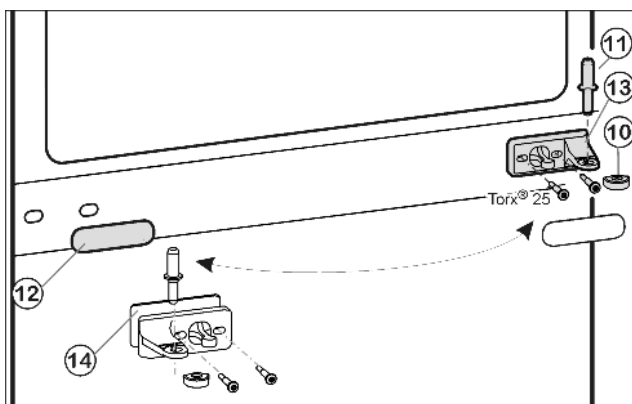
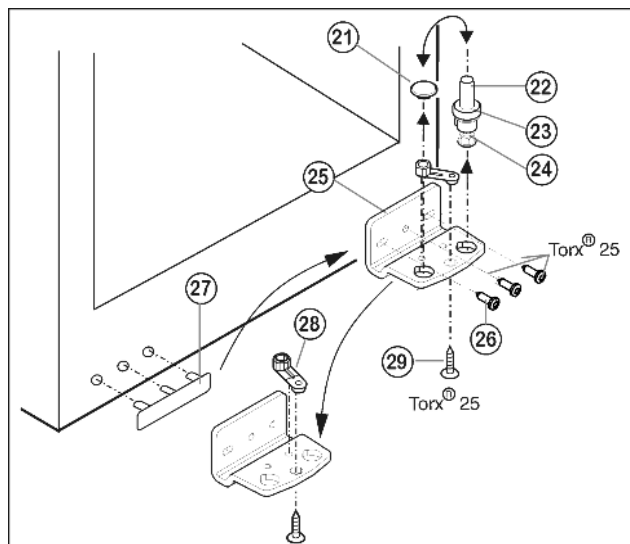

Fig. 9
Fig. 10
- ▶ Izvucite svornjak ležaja u sredini Fig. 9 (11) iz podloška ležaja i donjih vrata.
- ▶ Skinite plastičnu kavicu Fig. 9 (10).
- ▶ Odvijte podložak ležaja Fig. 9 (13) (2 x Torx® 25).
- ▶ Oprezno skinite plastični poklopac Fig. 9 (12).
- ▶ Podložak ležaja u sredini Fig. 9 (13) s podloškom Fig. 9 (14) **pritegnite čvrsto (s 4 Nm)** okrenut za 180° na novu stranu šarki.
- ▶ Ponovo stavite plastični poklopac Fig. 9 (12), zaokrenut za 180°, na novu stranu ručke.
- ▶ Cijeli svornjak ležaja Fig. 10 (22), s pločicom Fig. 10 (23) i podesivom nožicom Fig. 10 (24) skinite prema gore.
- ▶ Podignite čep Fig. 10 (21).
- ▶ Odvijte podložak ležaja Fig. 10 (25) Fig. 10 (26).
- ▶ Odvijte dio ležišta Fig. 10 (28) Fig. 10 (29) i premjestite ga u suprotnu prihvatnu rupu podloška ležaja, ponovo ga zavijte.
- ▶ Oprezno nadignite pokrov na strani ručke Fig. 10 (27) i premjestite ga na suprotnu stranu.
- ▶ Eventualno pomoću odvijača na baterije ponovo čvrsto pričvrstite vijcima podložak ležaja Fig. 10 (25) na novoj strani šarke (**s 4 Nm**).
- ▶ Ponovo umetnite čep Fig. 10 (21) u drugu rupu.
- ▶ Ponovo umetnite cijeli svornjak ležaja Fig. 10 (22), s pločicom i podesivom nožicom. Pri tome pazite da je ispuščenje za blokiranje okrenuto prema otraga.
- ▶ Stavite donja vrata odozgo na donji svornjak ležišta *Fig. 10 (22)*.
- ▶ Ponovo stavite plastični poklopac *Fig. 9 (10)* na srednji podložak ležaja *Fig. 9 (13)*.
- ▶ Umetnite srednji svornjak ležaja *Fig. 9 (11)* na novu stranu šarki kroz podložak ležaja u sredini *Fig. 9 (13)* u donja vrata.
- ▶ Stavite gornja vrata na svornjak ležaja u sredini *Fig. 9 (11)*.
- ▶ Poravnajte vrata eventualno preko obje uzdužne rupe u donjem podlošku ležaja *Fig. 10 (25)* i srednjem podlošku ležaja *Fig. 9 (13)* u liniji s kućištem uređaja. Za to odvijte srednji vijak na donjem podlošku ležišta *Fig. 10 (25)*.